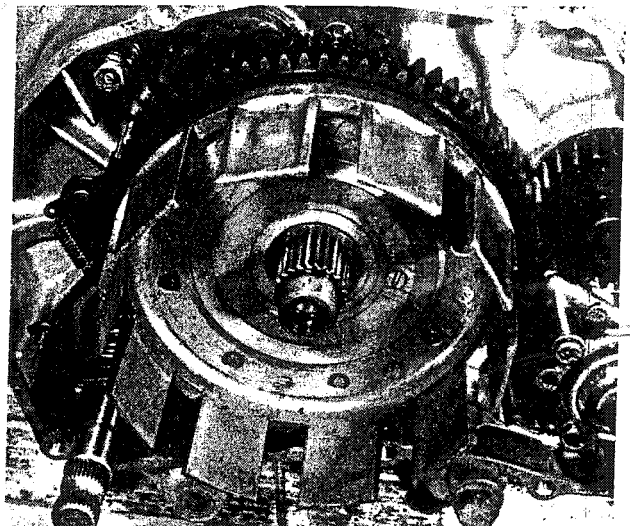
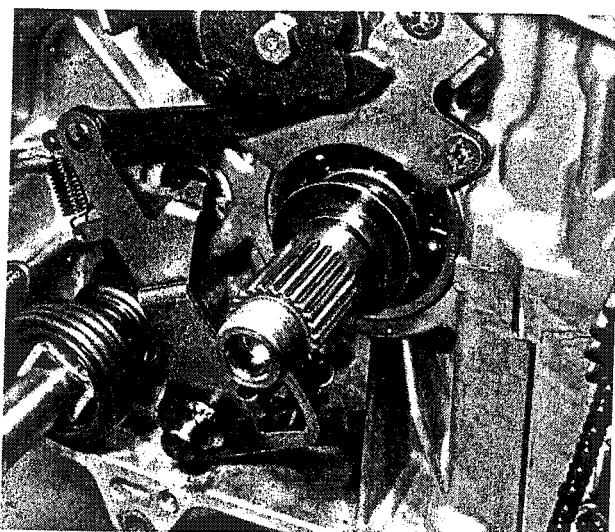

Bild 132
Bild 131
- Die dicke Anlaufscheibe und die Distanzbüchse auf die Kupplungswelle stecken (Bild 131). Die Büchse schmieren und den Kupplungskorb so einbauen, dass die Primärtriebszahnräder kämmen (Bild 132).